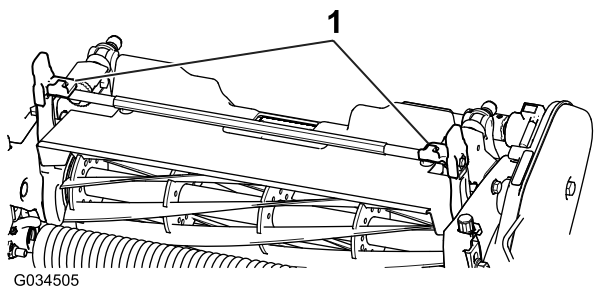
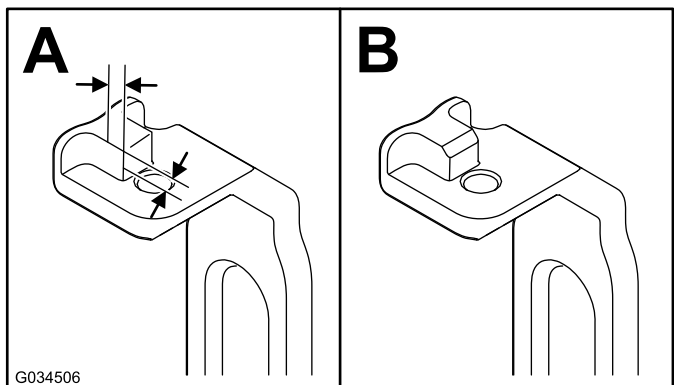

Figure 3
Figure 4
2. Sur les deux bras d'inclinaison (Figure 3), mesurez 2,3 mm vers l'intérieur sur les pattes et meulez l'angle, comme montré à la Figure 4.